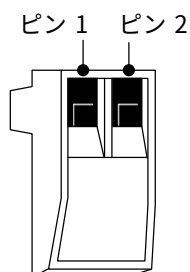

図 22. REPO コネクタ
2. 絶縁された、常時開接点を REPO コネクタのピン 1 と 2 に接続します（図 22 を参照）。標準シールドなしツイストペア電線、サイズ 18～22AWG（0.3mm² – 0.9mm²）を使用して下さい。